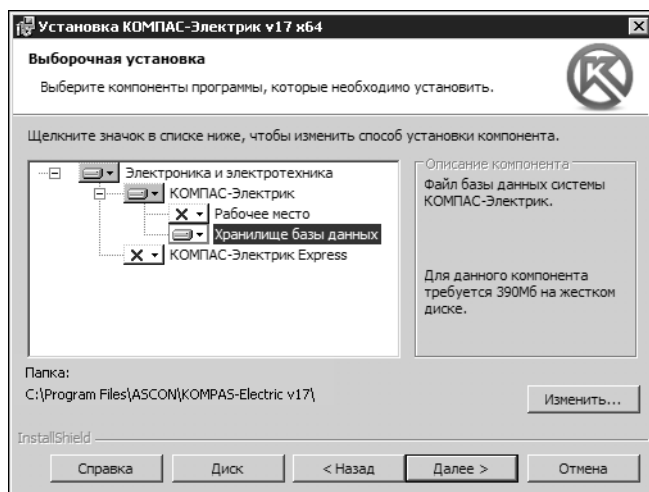

Рис. 0.5. Установка хранилища базы данных
2. В диалоге **Выборочная установка** (рис. 0.5 на с. 32) отключите установку компонента **Рабочее место**.